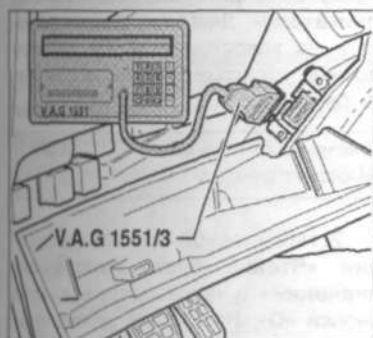

Рис. 3.29. Откройте крышку вещевого ящика со стороны водителя и присоедините считывателя кодов неисправностей V.A.G 1551 с помощью провода V.A.G 1551/3.
1. Откройте крышку вещевого ящика со стороны водителя и присоедините считывателя кодов неисправностей V.A.G 1551 с помощью провода V.A.G 1551/3 (рис. 3.29).